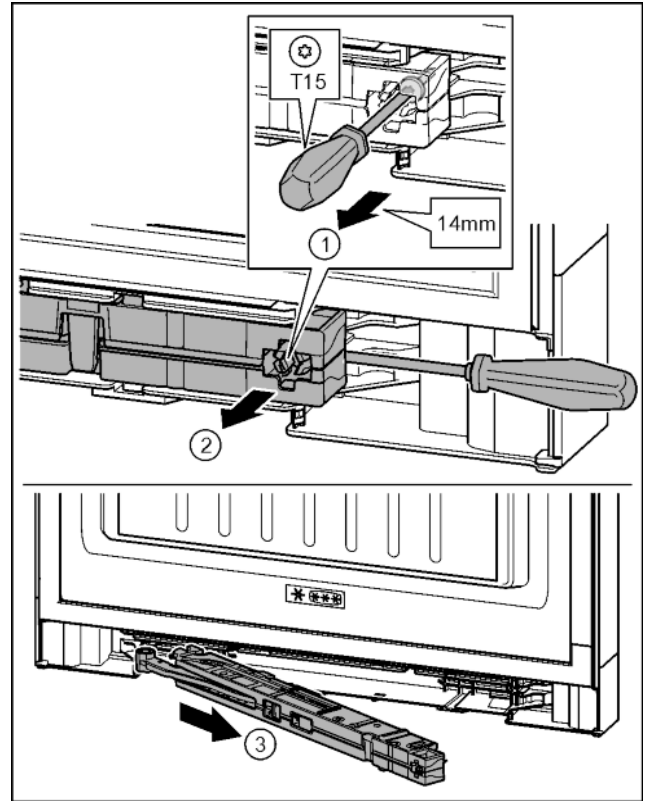

Fig. 16
- За допомогою викрутки T15 ослабте гвинт на демпферному вузлі приблизно на 14 мм. Fig. 16 (1)
- Перемістіть викрутку з боку ручки за демпферний вузол. Поверніть вузол уперед. Fig. 16 (2)
- Витягніть вузол. Fig. 16 (3)